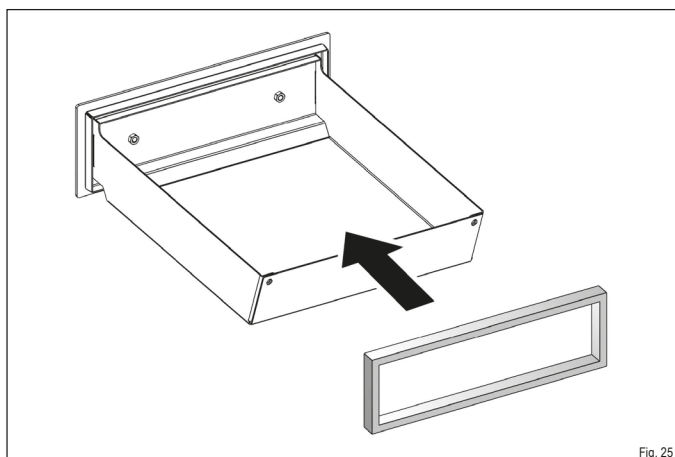

Fig. 25
- ▶ Appuyez uniformément sur le nouveau joint dans le guide du (Fig. 25).